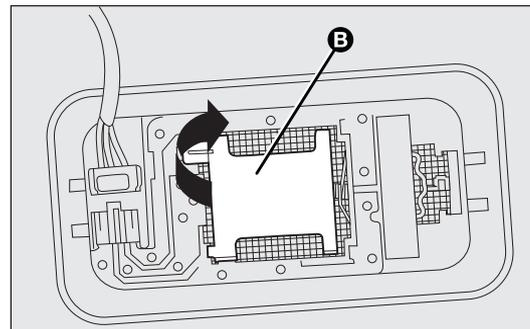

fig. 164
- ouvrir la couverture B-fig. 164 comme indiqué ;